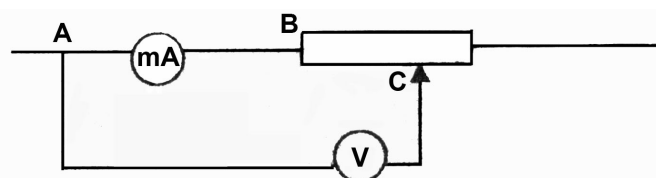

Рис. 6. Электрическая схема для измерения сопротивления методом точного измерения силы тока
Эта установка позволяет реализовать две электрические схемы представленные на рис. 6 и 7 и, соответственно, измерять сопротивление двумя методами
**Измерение сопротивления техническим методом с точным измерением силы тока.** При включении миллиамперметра и вольтметра по схеме, представленной на рис. 6, миллиамперметр показывает силу тока, текущего только через измеряемое сопротивление  $R_{BC} = R_{np}$  отрезка провода BC.